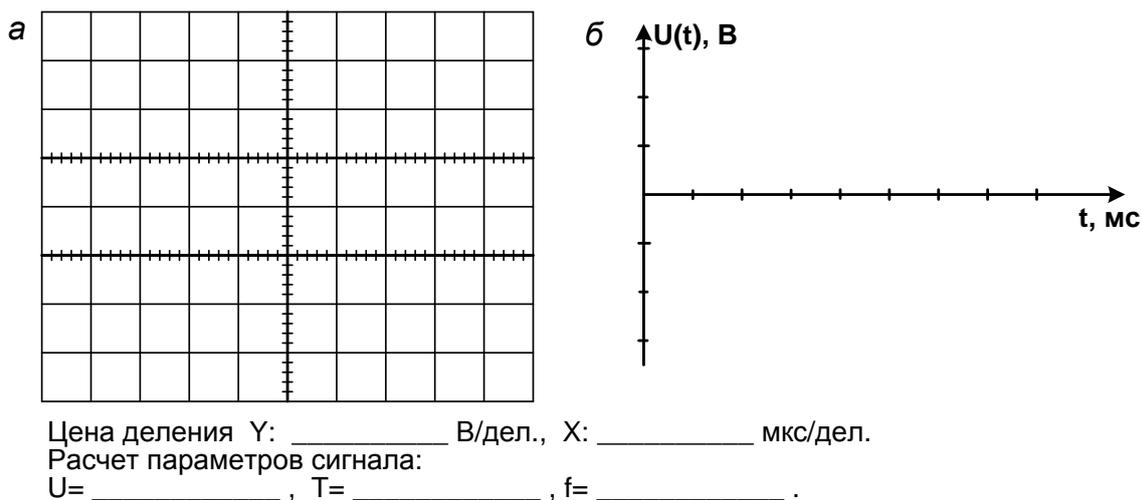

Рис. 4.2. Отчёт «Измерение напряжения синусоидальной формы»
4. Зарисовать осциллограмму, используя шаблон рис. 4.2, а. Записать значения цены делений по Y и X .
По полученным данным и полученной осциллограмме рассчитать параметры сигнала: амплитудное значение, период, частоту. Построить график сигнала в декартовой системе координат (см. рис. 4.2, б).